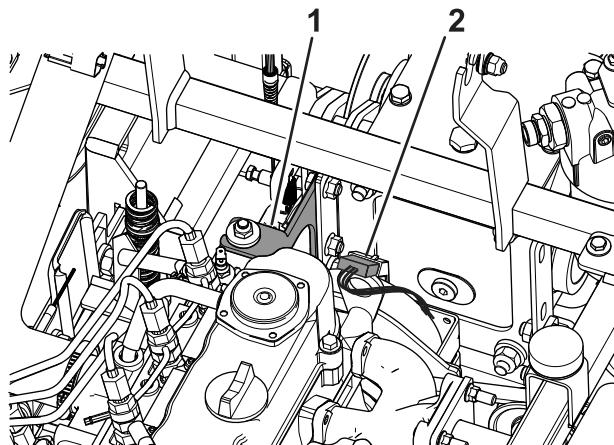

Figura 78
5. Desconecte el conector del cable del embrague (Figura 78).
6. Retire los 3 pernos y las 3 tuercas que fijan el soporte del embrague al bastidor y al embrague (Figura 78).